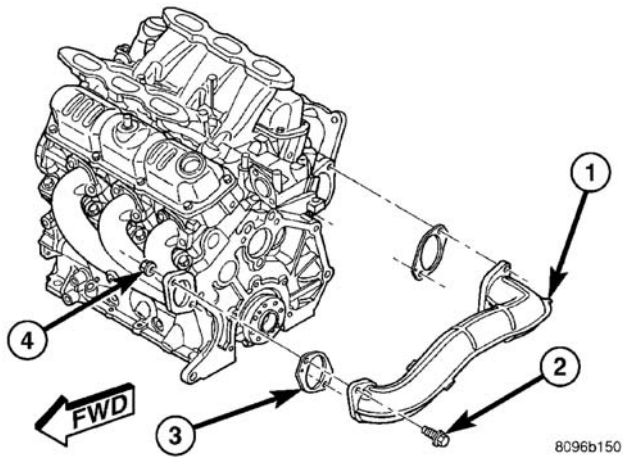

图 130 交叉管
- (1) 断开蓄电池负极电缆。
- (2) 卸下雨刷模块。（参见 8 -电气/雨刷/清洗器/雨刷模块-拆卸）
- (3) 断开火花塞电缆。
- (4) 卸下将交叉管紧固到排气歧管的螺栓（图 130）。
(2) 用一个新的垫片，装接交叉管至排气歧管和紧固螺栓至 41N.m(30ft.lbs.)(图 130)。